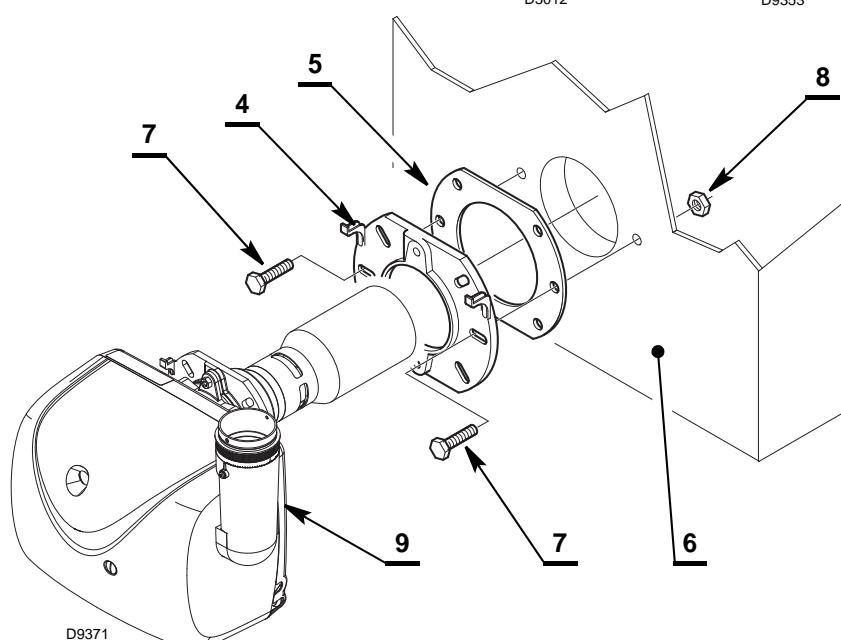

Fig. 7
- Fijar a la puerta de la caldera 6) (Fig. 7) la brida 4) con los tornillos 7) y (si fuere necesario) las tuercas 8), interponiendo la protección aislante 5).
La alimentación de aire para la combustión se realiza a través de un tubo flexible o rígido conectado a la toma de aire 9) (Fig. 7).